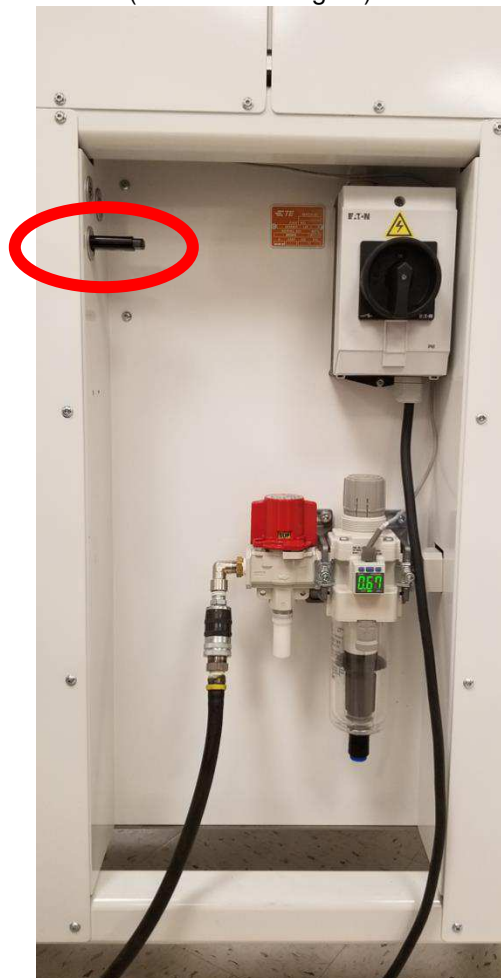

Abbildung 31
4. Stecken Sie den USB-Flash-Speicher in einen der USB-Anschlüsse der Maschine, die sich innerhalb der Versorgungsnische befinden (siehe Abbildung 31).